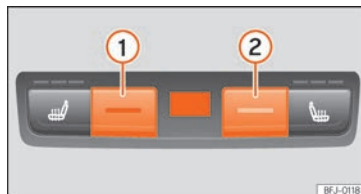

Abb. 145 In der Mittelkonsole hinten: Bedienelemente für die Rücksitze.
- Drücken Sie die Tasten ① und ② »» **Abb. 145**, um die Temperatur einzustellen.